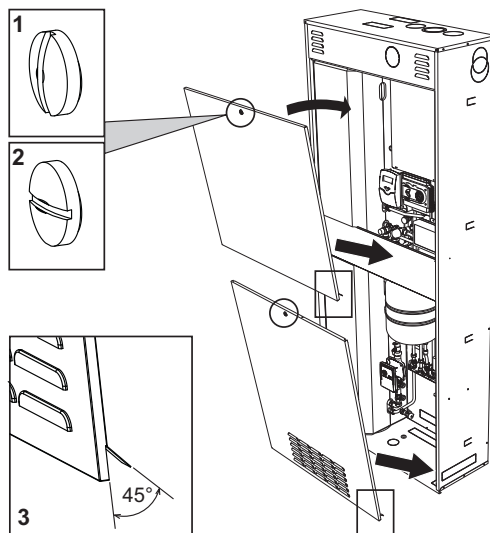

fig. 67 - Apertura mantello
1. Con una moneta o un cacciavite agire sulla serratura (1 = chiuso - 2 = Aperto - fig. 67).
3. Quando si richiude il portellone, verificando che le linguette inferiori siano in posizione corretta (rif. 3 - fig. 67) e si incastrino nelle apposite sedi sull'involucro.